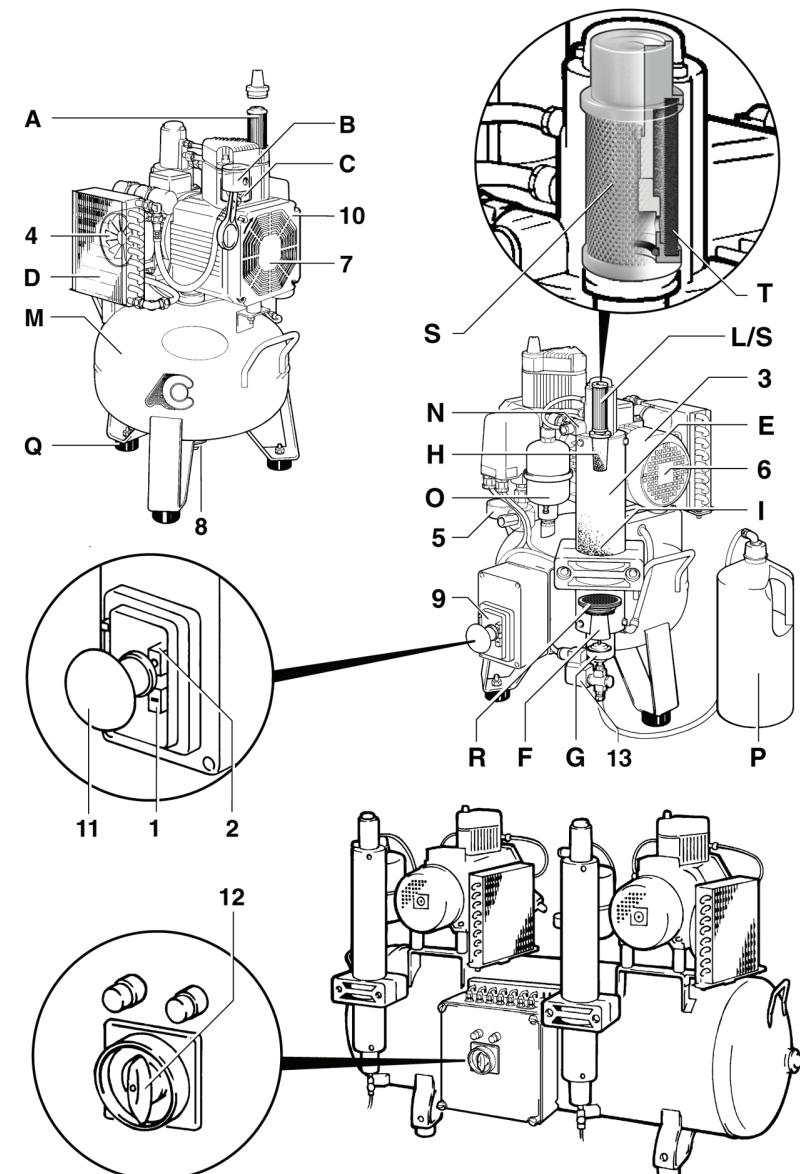

Рис. 1
Воздух попадает в цилиндр через фильтр (A) (см. рис. 1), где происходит его предварительная очистка, этот фильтр удерживает атмосферную пыль, гарантируя чистоту воздуха и обеспечивая тем самым нормальную работу поршней и цилиндров. Движение поршня (B) внутри цилиндра (C) осуществляется без смазки, покрытие поршня совместимо с покрытием внутренней части цилиндра, и поэтому не происходит существенного износа их поверхностей в результате трения.
Воздух в компрессоре несколько раз фильтруется и проходит через силикагелевую смесь, которая адсорбирует влагу в температурном диапазоне от +5°C до +35°C. Перерыв в работе, необходимый каждому компрессору, используется для восстановления силикагеля (см. ниже). Профильтрованный и осушенный воздух считается пригодным для инструментов и безопасен для лечения зубов с гигиенической точки зрения. Качество воздуха может быть улучшено с помощью стерилизующего фильтра (S) (см. рис. 1), установленного на выходе. Фильтр-картридж "SA" Balston с фильтрующей сеткой (T) из микроволокон боросиликатного стекла с эффективностью 99,9999+% поглощает частицы 0,01 μ. Фильтры Balston можно стерилизовать в автоклаве при температуре 135°C (макс. 20 циклов); при использовании чистого воздуха срок службы фильтра около 1 года, если условия работы не потребуют более частой замены фильтра. Воздух считается чистым, если, проходя по достаточно короткому трубопроводу, не вызывает термических напряжений.
Состав компрессора представлен на рис. 1